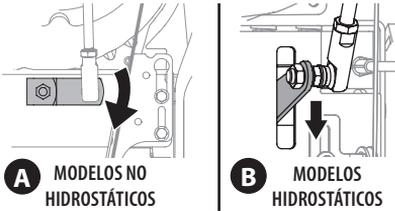

Figura 57
- Asegúrese de que la palanca de cambios de la parte trasera de la transmisión esté girada hacia abajo hasta el máximo de rotación posible. Consulte la Figura 57, Detalle "A" para los modelos sin transmisión hidrostática o el Detalle "B" para los modelos con transmisión hidrostática.
- Gire la férula hacia arriba o hacia abajo en la varilla de cambios según sea necesario hasta que quede alineada con el orificio superior de la palanca de cambios (Figura 57, recuadro).